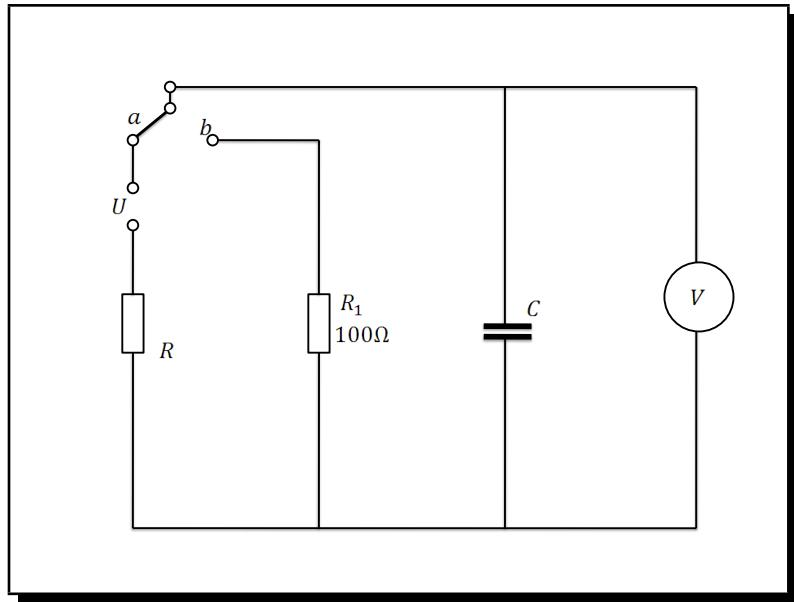

Figura 3.15: Carga y descarga de un condensador
En la Figura 3.15 si inicialmente el interruptor está abierto la carga en el condensador es cero y esto se refleja en que su diferencia de potencial es cero, al pasar el interruptor al punto a fluye una corriente de tal forma que el condensador se empieza a cargar produciéndose una diferencia de potencial en el condensador que tiende a ser igual al valor de la fuente de alimentación a medida que transcurre el tiempo, con la utilización de la ley de Ohm se obtiene una expression para la diferencia de potencial en el condensador dada por:
- 1 Configure el experimento como se muestra en la Figura 3.15.